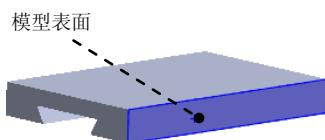
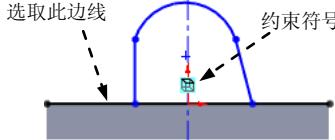

图 5.1.23 选取草绘平面
图 5.1.24 转换实体引用
(1) 选取草图基准面。选取如图 5.1.23 所示的模型表面作为草图基准面，进入草图绘制环境。
(2) 绘制特征的横断面草图。
① 绘制草图轮廓。
a) 绘制如图 5.1.24 所示的横断面草图的大体轮廓。
b) 转换实体引用。选取如图 5.1.24 所示的边线，然后选择下拉菜单 **工具(T)** →